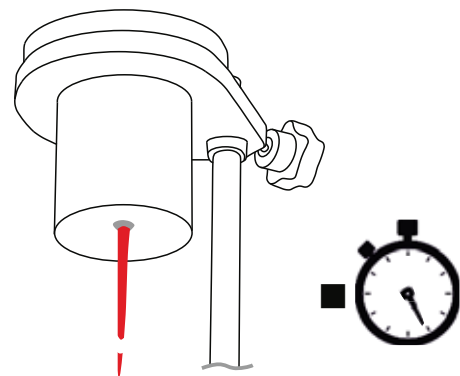

Bild 5
- 8 Beobachten Sie das Auslaufen der Flüssigkeit und stoppen Sie die Stoppuhra in dem Moment, in dem der Fluss zum ersten Mal unterbrochen wird (Bild 5).